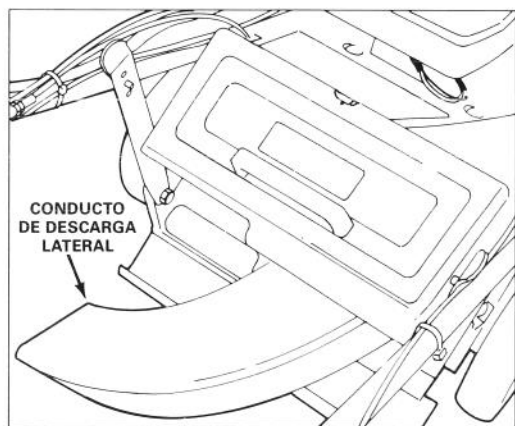

Figura 8
**DESCARGA LATERAL** - Dispersar los recortes con un dispositivo opcional para descarga lateral, montado en la parte trasera, que se puede instalar en unos segundos. Su diseño permite la descarga a ambos lados de la manija (Figura 8).